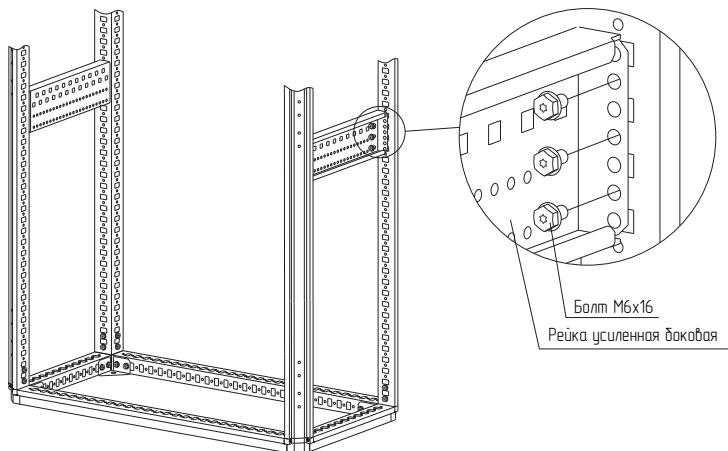

Рисунок 38
4.21.2 Установить рейку усиленную боковую на необходимую высоту и закрепить болтами М6×16 (рисунок 38). Момент затяжки – 7 Н·м. Болты приобрести отдельно.